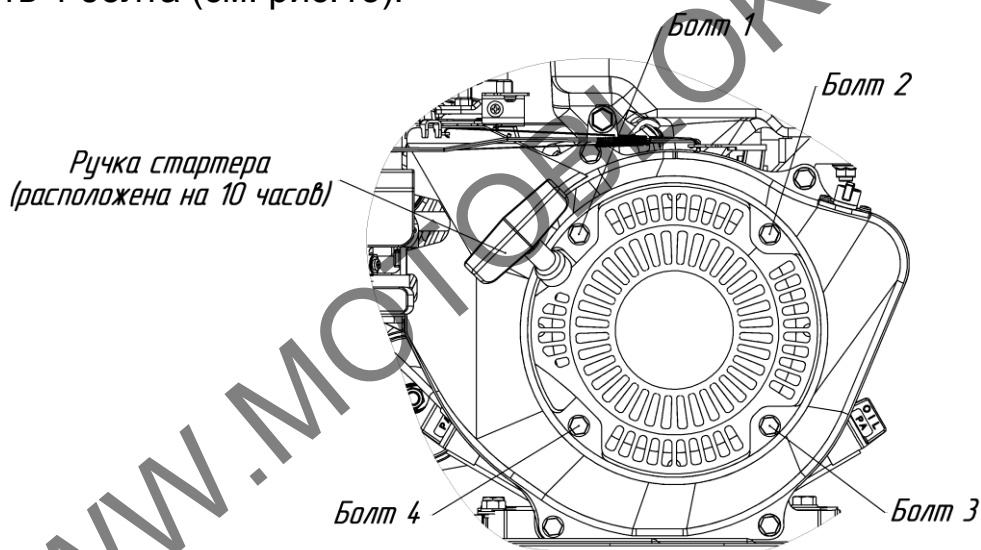

Рис.13 Схема крепления стартера на двигателе
- открутить 4 болта (см. рис.13);
- установить стартер на место таким образом, чтобы ручка стартера была расположена на 10 часов (см. рис.13);
- закрутить 4 болта (см. рис.13).